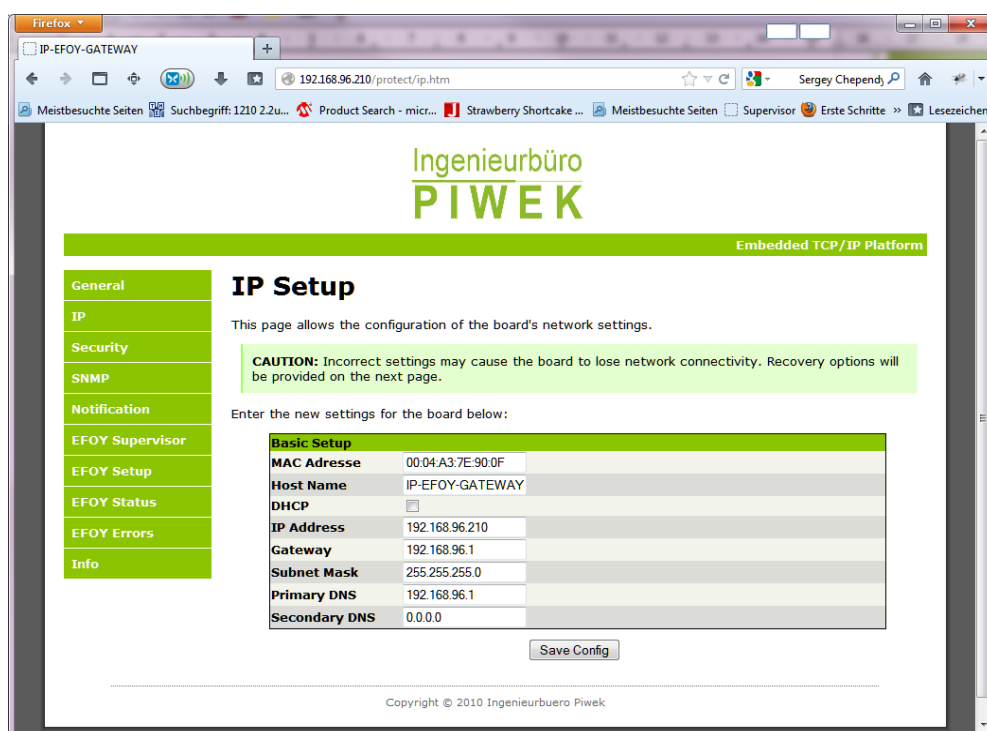

Abbildung 7: IP-Konfiguration IP-EFOY-GATEWAY
4. Öffnen Sie den Browser und geben Sie die Standard-IP-Adresse des IP-EFOY-GATEWAY's ein (siehe Abbildung 7).
6. Anschließend wählen Sie eine neue statische IP-Konfiguration für Ihr bestehendes Netzwerk. Wenn der Hacken bei „**DHCP**“ angekreuzt wird, kann die IP-Konfiguration über einen im lokalen Netzwerk befindlichen DHCP Server automatisch durchgeführt werden (siehe Abbildung 7).